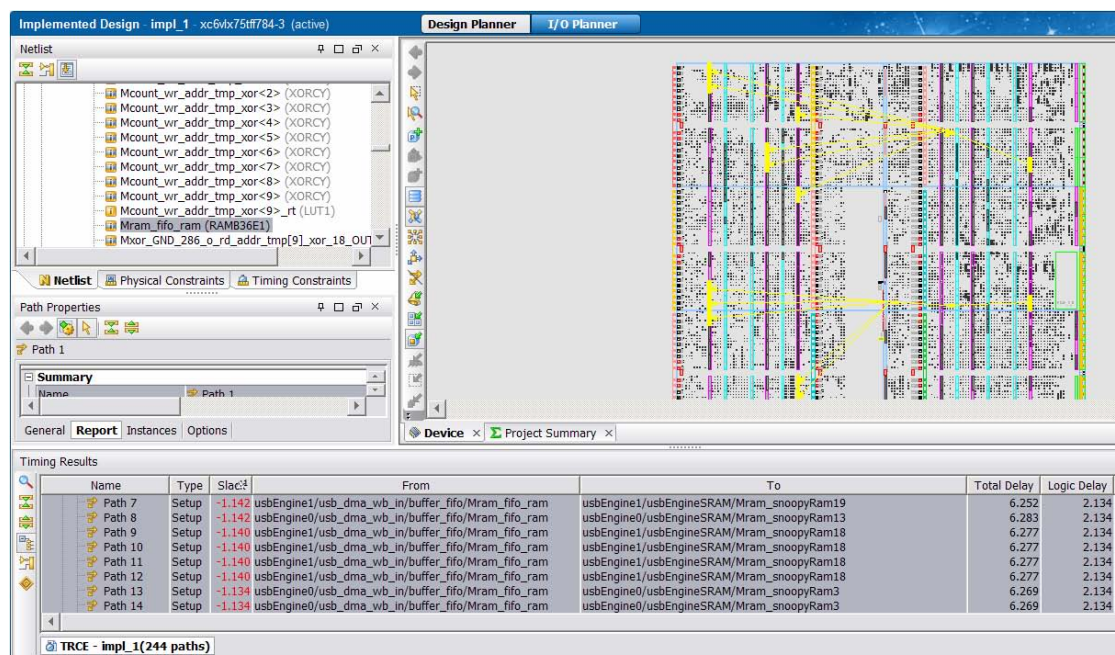

図 9: タイミング エラーの選択
- 2-2-5. [Timing Results] ビューでエラーのあったパスを選択します (図 9)。